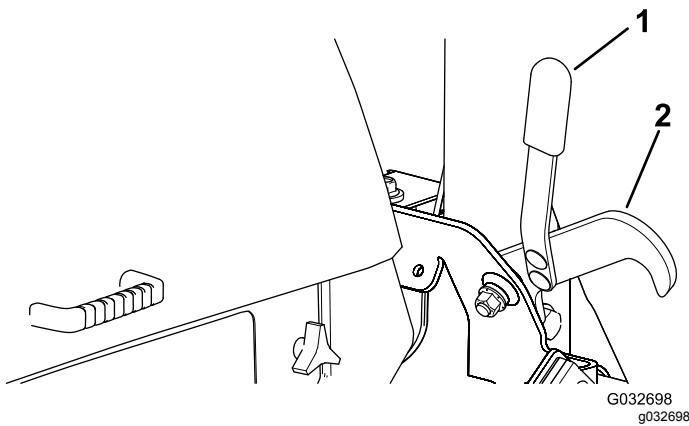

Рисунок 29
2. Находясь на сиденье оператора, поверните ключ зажигания в положение Run (Работа) (Рисунок 29).